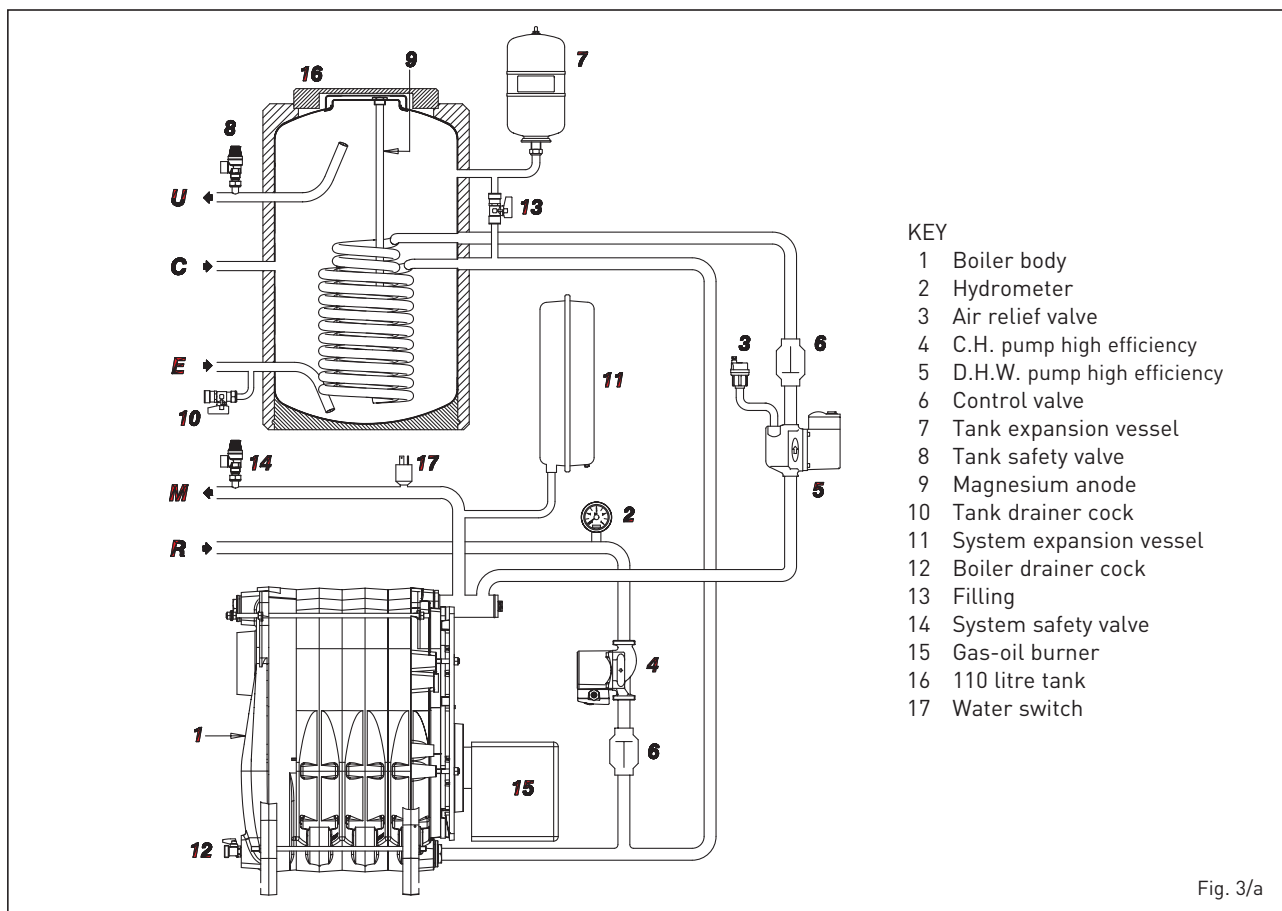

Fig. 3/a
1.5.1 "AQUA 25-35" version (fig. 3)
1.5.2 "AQUA INOX 25-35" version (fig. 3/a)